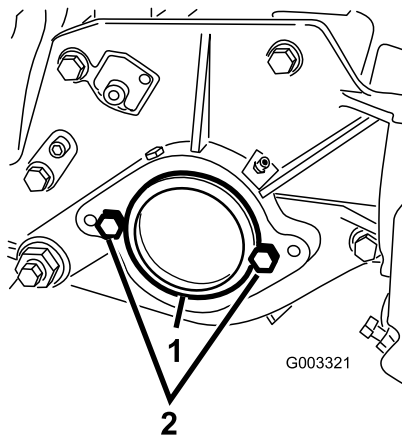

Figure 7
2. A l'extrémité droite du plateau de coupe, retirez l'obturateur en plastique du logement de roulements (Figure 7).
3. Enlevez les 2 vis de la plaque latérale droite (Figure 7).
1. Obturateur en plastique 2. Vis (2)
5. Placez les 2 vis de fixation du moteur de cylindre sur la plaque latérale gauche du plateau de coupe sans les serrer (Figure 7).